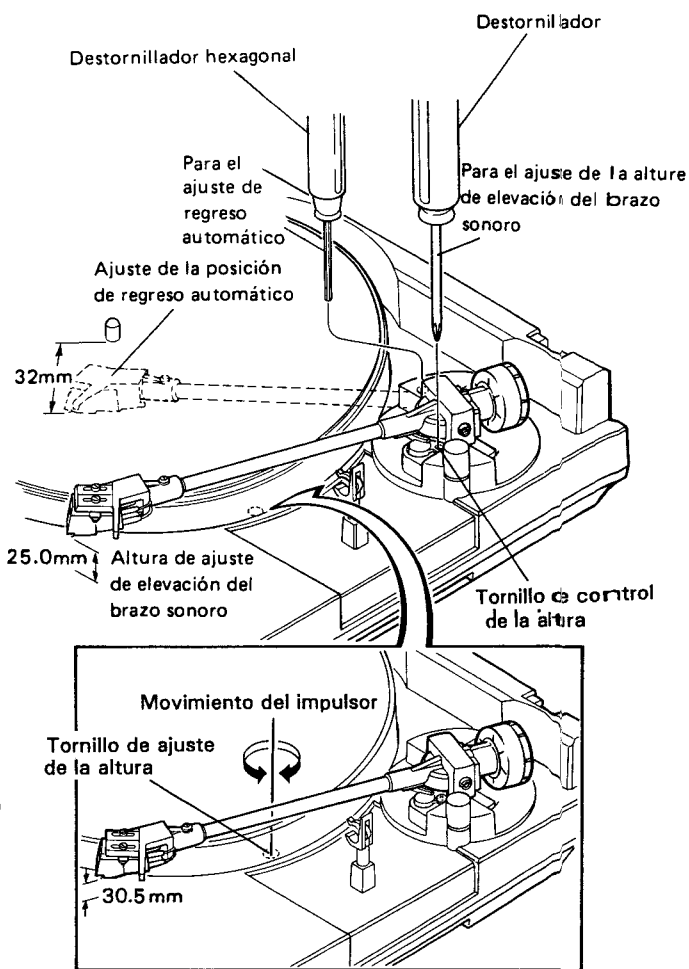

Figura 8-3 Ajustes de la altura de elevación del brazo sonoro y de retorno automático;
- Dejar de girar el tornillo de ajuste en el punto en el que haya un espacio de 32mm entre la aguja de la cápsula y el eje central. (Figura 8-3)